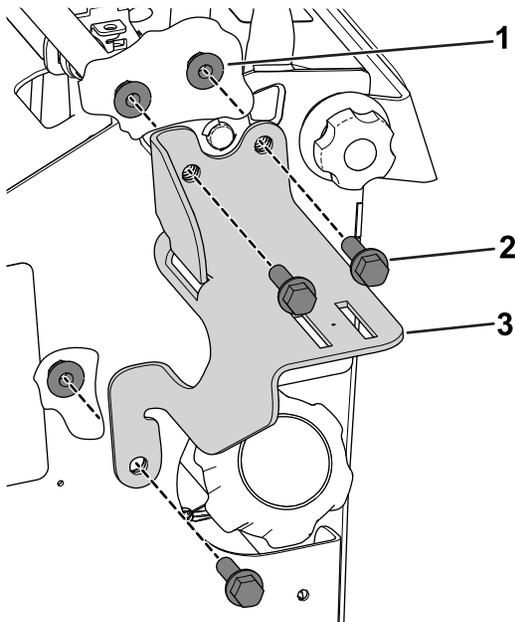

Figure 2
3. Avec 3 boulons à tête hexagonale (3/8 po) et 3 écrous à embase (3/8 po), fixez la patte supérieure sur la machine (Figure 2).